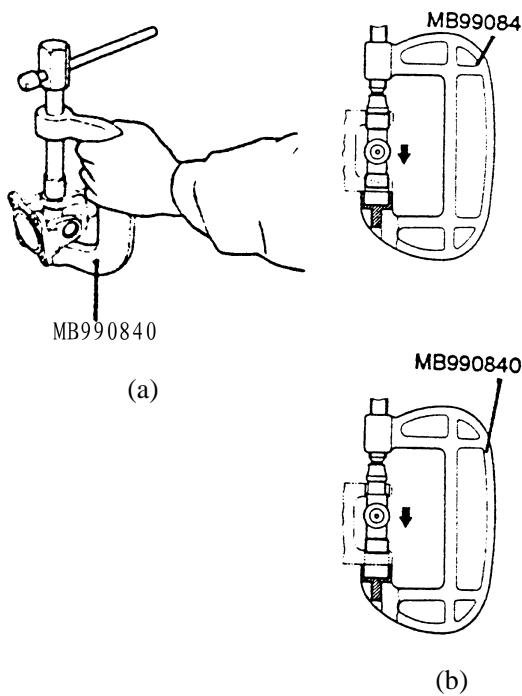

图 4-82 拆卸万向接头轴承
(1) 如图 4-82 (a) 使用专用工具 MB990840 压在万向接头轴承的单侧边后, 将轴承由对边侧取出。
(2) 如图 4-82 (b) 所示, 将专用工具装入另一侧边后将万向接头推出以拆卸第一万向接头轴承。注意在拆卸中切勿敲击万向接头轴承, 否则会影响传动轴的平衡。